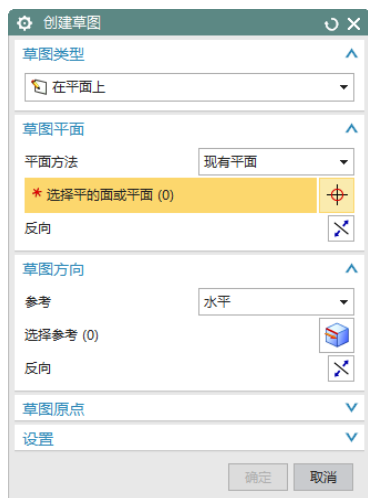

图 11-114 “创建草图”对话框
(2) 设置“宽度选项”为“有限”，“宽度”为400，“折弯止裂口”和“拐角止裂口”都为“无”
(3) 在“轮廓弯边”对话框中，设置“类型”为“基本”，单击“绘制截面”按钮, 打开如图 11-114 所示的“创建草图”对话框。